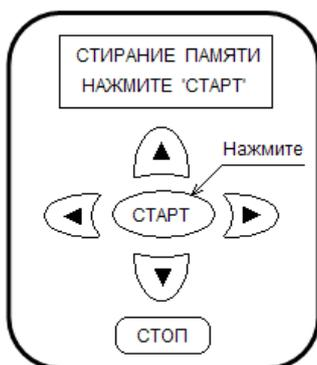

Рис. 27.
- кнопками «ВПЕРЕД», «НАЗАД» выбрать пункт СТИРАНИЕ ПАМЯТИ, далее следовать подсказкам на дисплее, как на рис. 27.